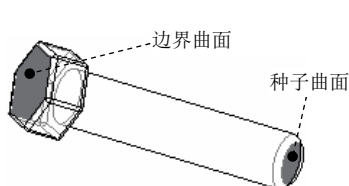
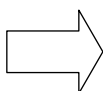

图 6.2.49 定义“种子”面
图 6.2.50 完成曲面的复制
- **通过定义种子曲面和边界曲面来选择曲面**: 这种方法将选取从种子曲面开始向四周延伸直到边界曲面的所有曲面 (其中包括种子曲面, 但不包括边界曲面)。如图 6.2.49 所示, 左键单击选取螺钉的底部平面, 使该曲面成为种子曲面, 然后按住键盘上的 Shift 键, 同时左键单击螺钉头的顶部平面, 使该曲面成为边界曲面, 完成这两个操作后, 则从螺钉的底部平面到螺钉头的顶部平面间的所有曲面都将被选取 (不包括螺钉头的顶部平面), 如图 6.2.50 所示。